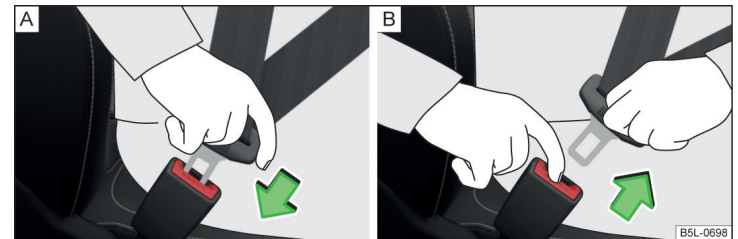

Abb. 5 Sicherheitsgurt anlegen / ablegen
- Die Schlosstzunge in das zum Sitz gehörende Gurtschloss » Abb. 5 - [A] stecken, bis diese hörbar einrastet.
- Die rote Taste im Gurtschloss » Abb. 5 - [B] drücken, die Schlosstzunge springt heraus.